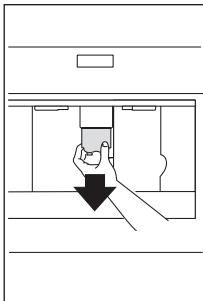

Rys. 15
- ▶ Urządzenie jest ustawione na przyrządzanie kawy o normalnym smaku. Możesz wybrać kawę bardzo łagodną, łagodną, normalną, mocną i bardzo mocną. Aby wybrać preferowaną moc kawy, naciśnij kilka razy ikonę Ⓛ (B4) (Rys. 15). Wyświetli się wybrany smak kawy.